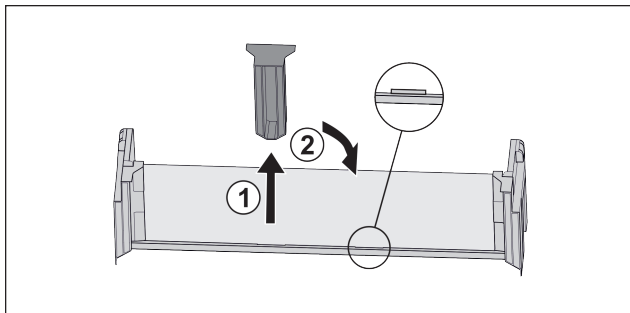

Fig. 54
- ▶ Snemite sredinski držalni del Fig. 54 (1).
- ▶ Sredinski držalni del vstavite na drugem položaju Fig. 54 (2).